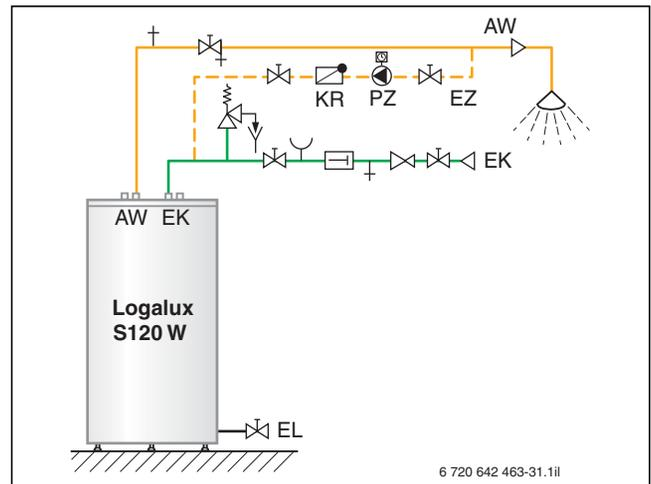
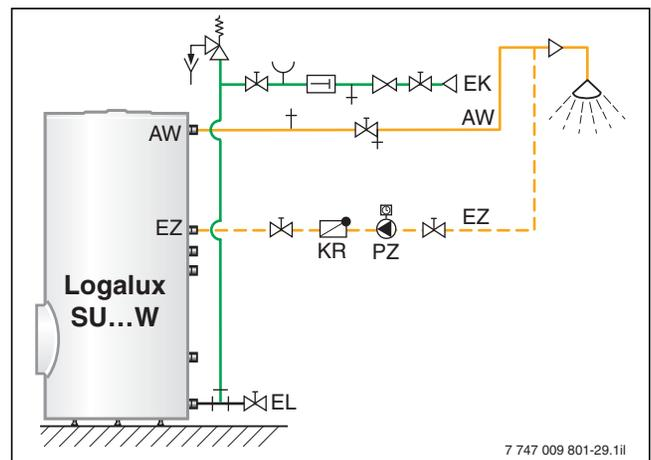

Bild 70 Variante einer Zirkulationsleitung für den Warmwasserspeicher Logalux S120/5W
Bild 71 Variante einer Zirkulationsleitung für die Warmwasserspeicher Logalux SU... W
- Der Zirkulationsanschluss kann bei den Warmwasserspeichern Logalux S120/5W im Kaltwassereintritt installiert werden. In Verbindung mit Logamax plus GB192i ist das Anschlussstück für die Zirkulationspumpe PZ an der Sicherheitsgruppe des sanitärseitigen Anschluss-Sets S-Flex montierbar. Die Verrohrung ist in Verbindung mit Logamax plus GB192i bauseitig zu installieren (→ Bild 70).
Legende zu Bild 70 und Bild 71: